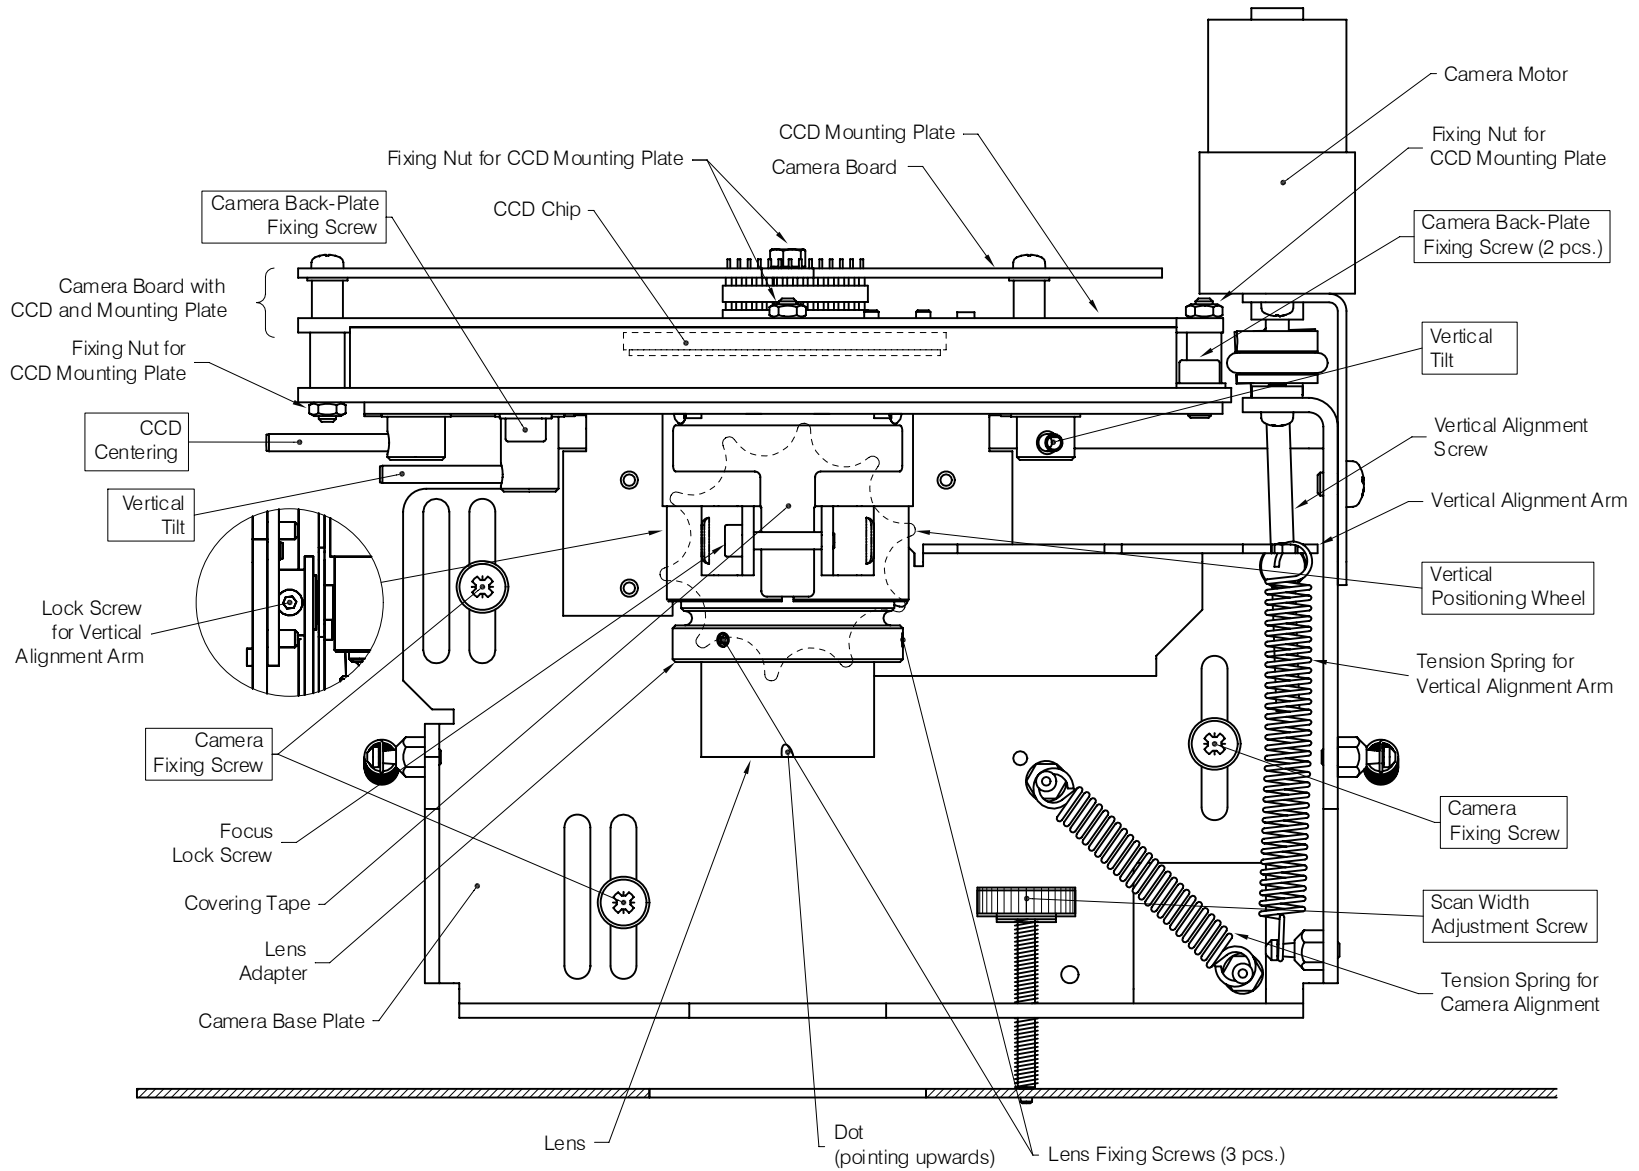

Fig. 4-3 CCD-Camera, Top View
- Fig. 4-3 CCD-Camera, Top View, page 84